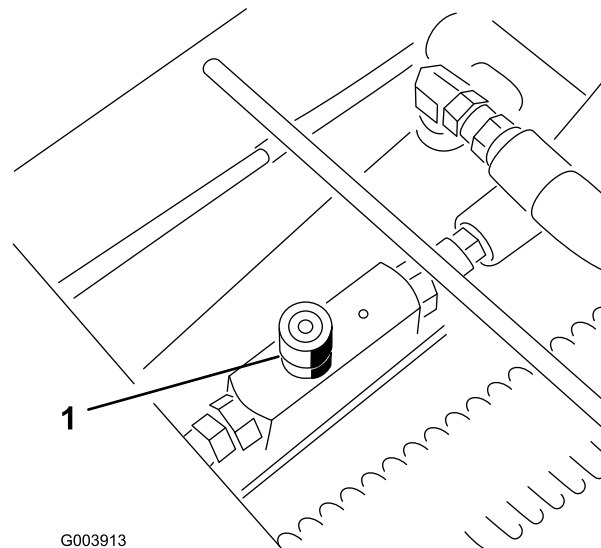

Figura 74
1. Localice la válvula situada detrás del panel de acceso, encima de la plataforma del operador (Figura 74).